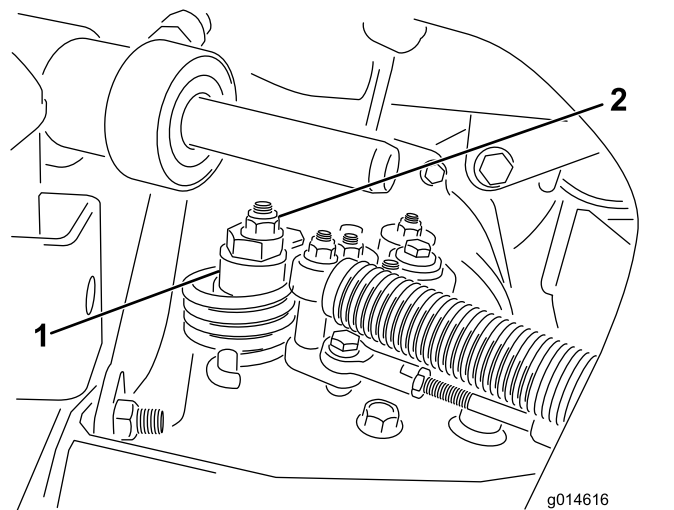

Figura 41
- A. Liberte a porca que fixa o disco excêntrico ao cima do hidróstato (**Figura 41**).
- C. Rode o disco excêntrico até eliminar a deslocação em qualquer um dos sentidos. Quando a roda deixar de rodar, aperte a porca, bloqueando deste modo o disco excêntrico e fixando a posição de ajuste (**Figura 41**). Verifique se o ajuste é o adequado colocando o acelerador nas posições LENTO e RÁPIDO.